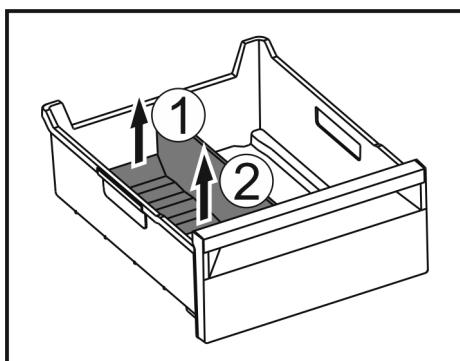

Fig. 138
► Podignite stražnji dio pregrade ladice za led. Fig. 138 (1)
► Izvadite pregradu ladice za led prema gore. Fig. 138 (2)